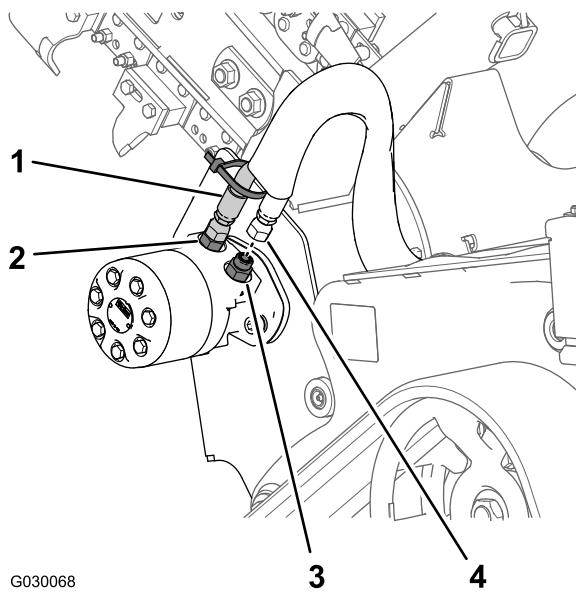

Рисунок 5
- Установите гидравлический шланг с крепежом кабеля, установленным при выполнении действий, описанных в пункте 3 раздела 2 Снятие гидромотора привода траншеекопателя \(страница 2\), на прямой гидравлический штуцер в отверстии А (переднем отверстии) гидромотора (Рисунок 5).
- Установите другой гидравлический шланг на прямой гидравлический штуцер в отверстии В (заднем отверстии) гидромотора (Рисунок 5).